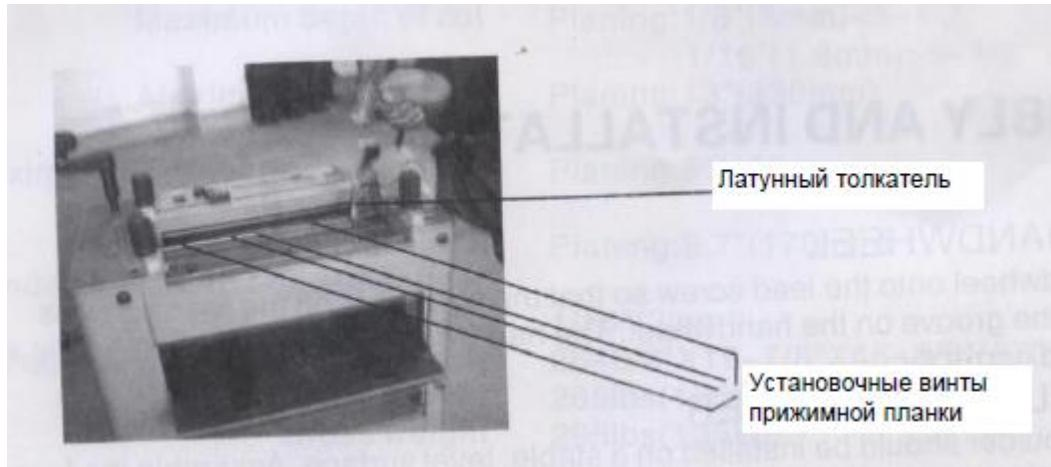

Рис.5
4. Забить все прижимные планки вниз в паз режущего вала с помощью латунного толкателя и молотка. Убедиться, что все прижимные планки свободны и могут перемещаться. *Рис.5*